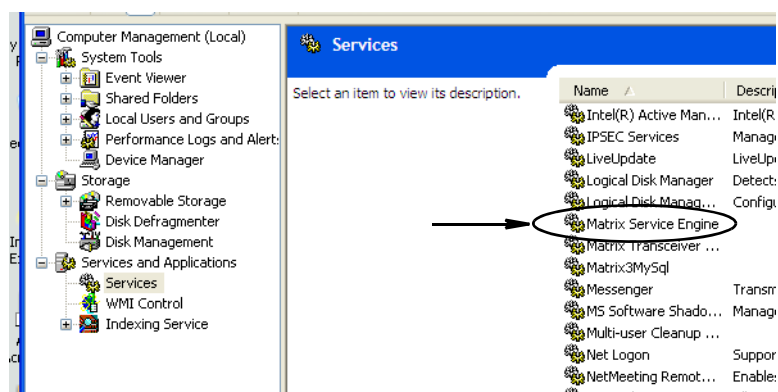

Рис. 56
- д. Щелкните дважды по значку «Matrix System Engine» в списке служб (Рис. 56).